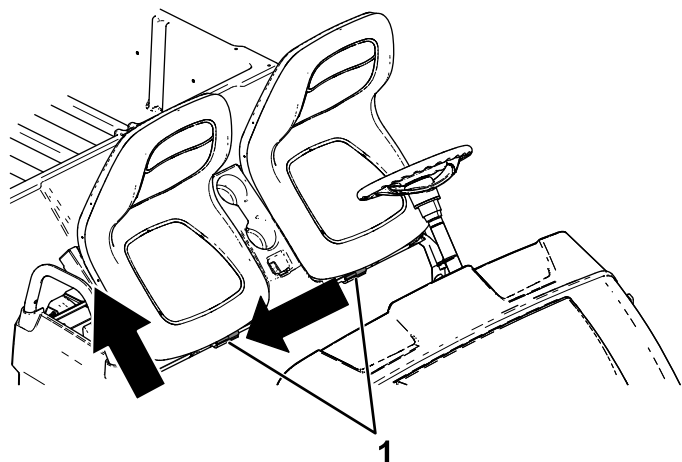

Bild 2
2. Schieben Sie den Sitz seitlich aus den Stiften heraus und heben Sie den Sitz hoch (Bild 2).